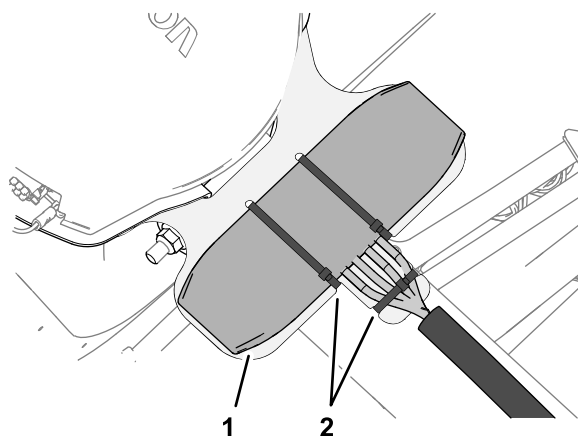

Рисунок 127
4. Закрепите кронштейн антенны 3 кабельными стяжками, как показано на Рисунок 127.
5. Прикрепите жгут проводов антенны модема к кронштейну, как показано на Рисунок 127.